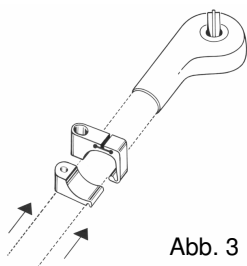
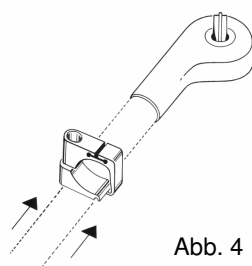

Abb. 3
Abb. 4
1. Klemmbacken- Oberteil u. Unterteil an den Schaft des Winkelschraubinstrumentes anlegen, aufeinander schieben und festhalten wie in Abb. 3 und Abb. 4 aufgezeigt.